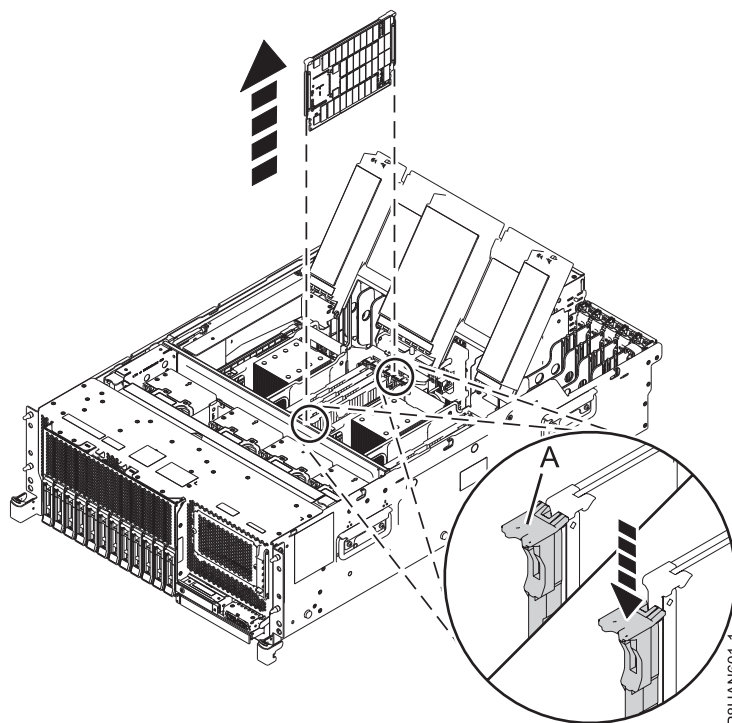

Figura 6. Remover um módulo de memória do sistema
2. Para desbloquear o módulo de memória do conector na ranhura, empurre as patilhas de bloqueio (A) na direcção apresentada em Figura 6. A acção de alavanca das patilhas força o módulo de memória a sair para fora do conector.